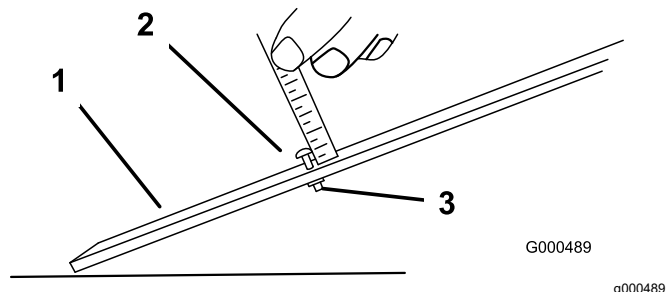

Рисунок 8
- Послабте гайку на вимірювальній планці та встановіть регулювальний гвинт на потрібну висоту скошування (Рисунок 8).